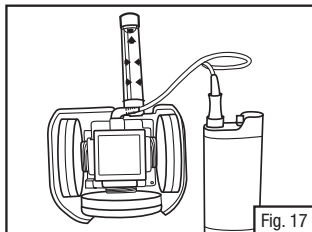

Fig. 17
5. S'assurer que le souffleur turbo et le débitmètre sont en position verticale. Il faudra peut-être relever ou soutenir l'ensemble turbo pour ne pas bloquer l'ouverture de la cartouche inférieure. S'assurer que les filtres, cartouches et boîtiers filtrants sélectionnés pour le milieu de travail sont fixés au respirateur d'épuration d'air propulsé avant de vérifier le débit d'air (Fig. 17).